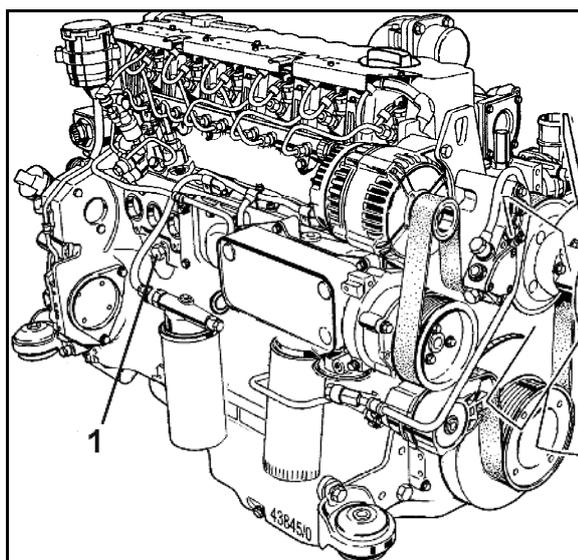

Fig. 143
1. Auffangschale unter Verschluss-Schraube (Fig. 143/1) aufstellen.